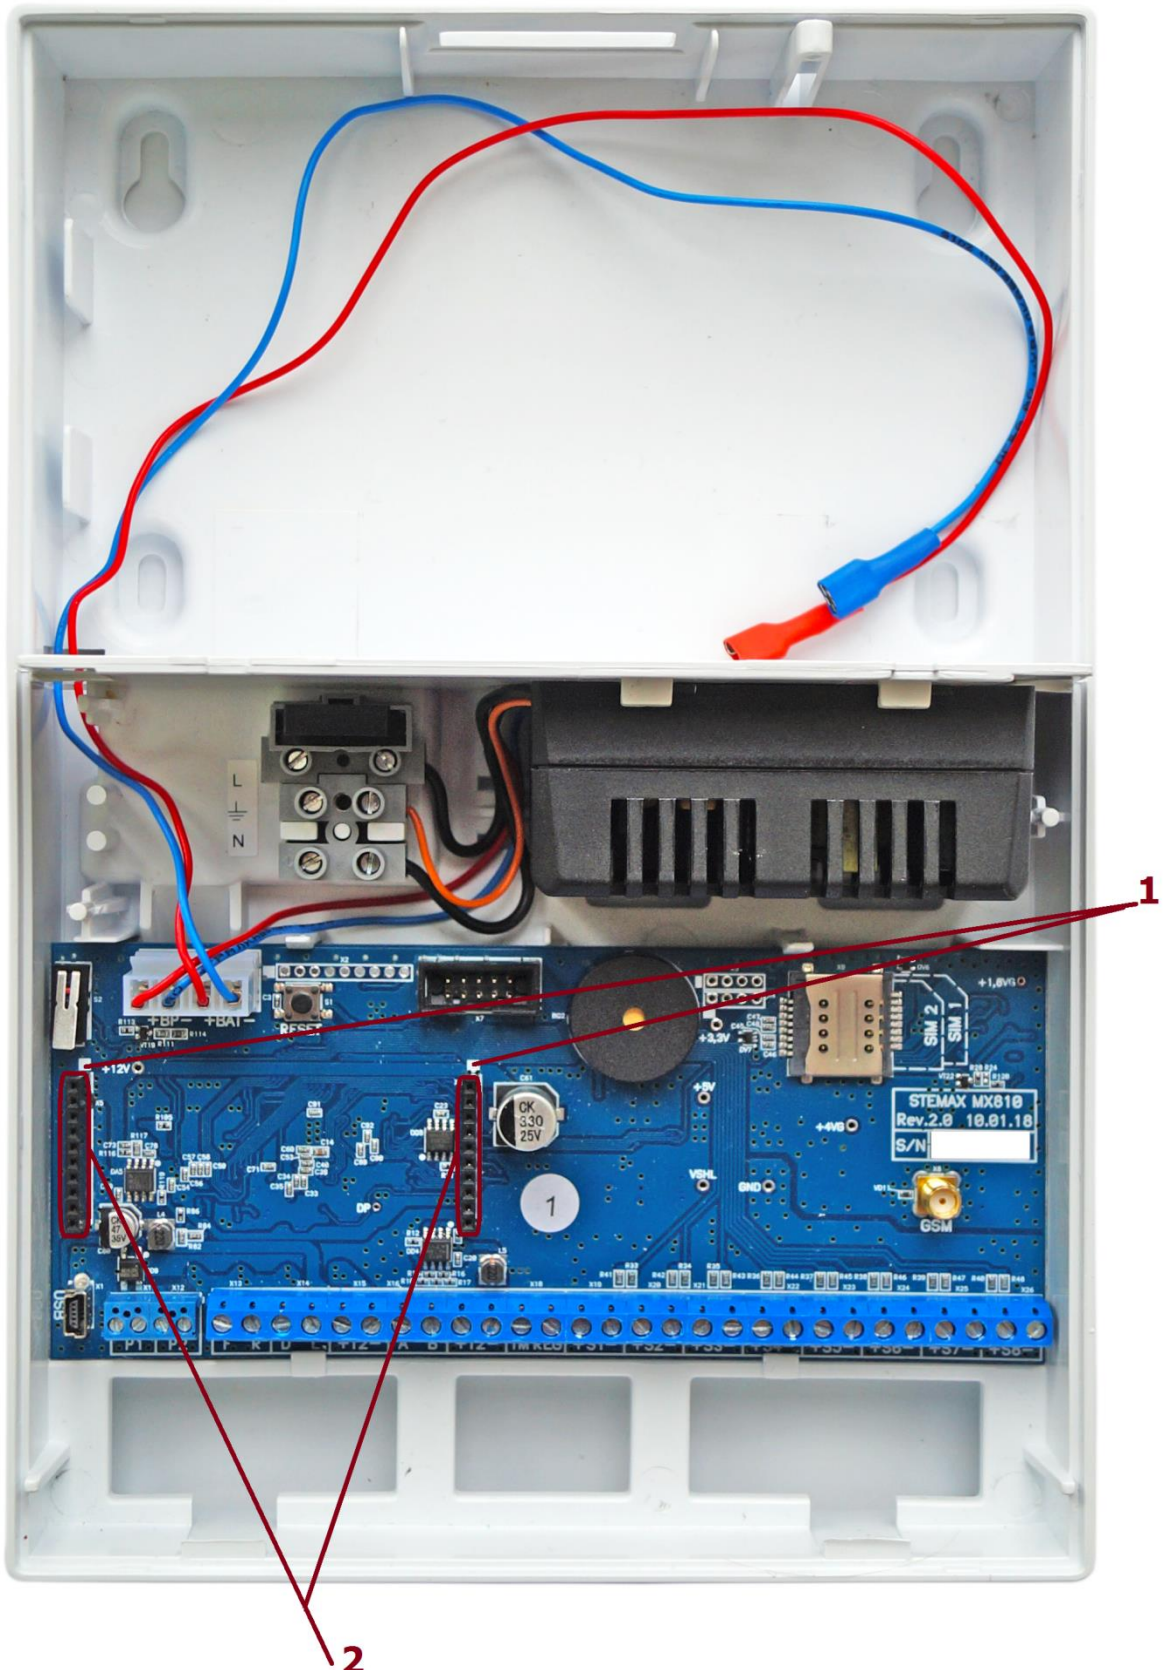

Рис. 4.2. Вид контроллера STEMAX MX810 со снятой крышкой
В качестве примера на иллюстрации (Рис. 4.2) приведена плата контроллера STEMAX MX810, на которой выделены слот для подключения модуля (2) и метки для правильной установки модуля (1).